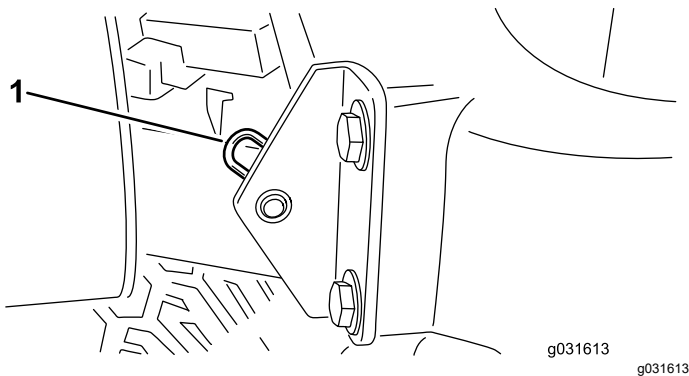

Bild 41
2. Entfernen Sie den Splint, mit dem das Gelenk der Motorhaube an den Befestigungshalterungen befestigt ist (Bild 41).